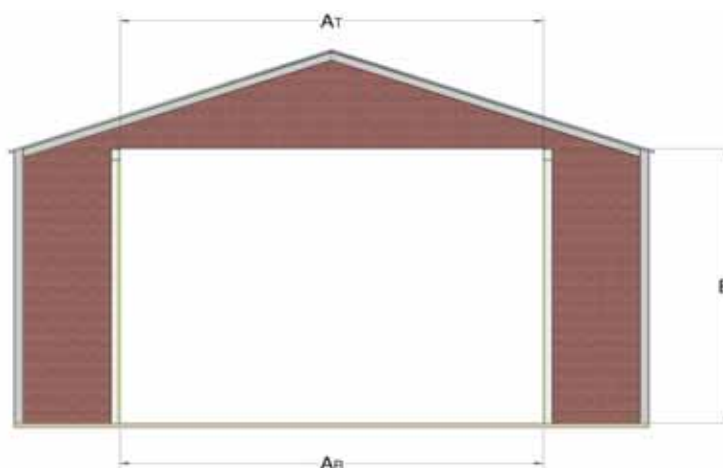

Abbildung 1b
2. Systeme haben die folgenden Toleranzen, wie in Abbildung 1b gezeigt: